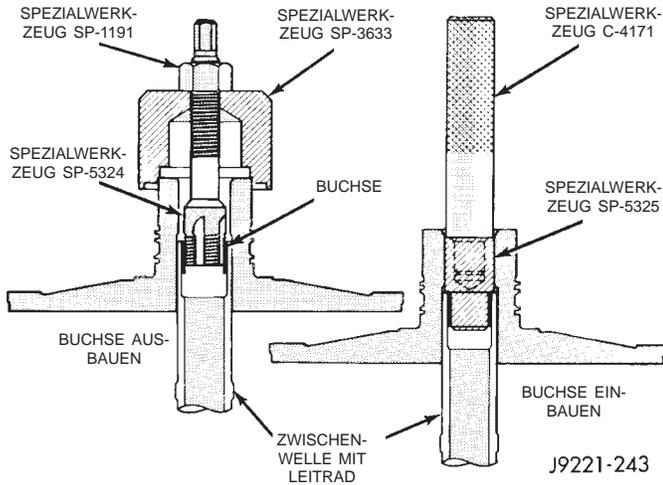

Abb. 125 Buchse in Leitradstütze erneuern
(1) Zum Ausbauen der Buchse die Ausbauwerkzeuge SP-1191, 3633 und 5324 zusammensetzen (Abb. 125). **Kein Teil der Zwischenwelle/Leitrad oder Stütze in Schraubstock einspannen.**
(2) Napf/Ausbauwerkzeug SP-3633 fest gegen Zwischenwelle/Leitrad drücken und Ausbauwerkzeug SP-5324 von Hand so weit wie möglich in die Buchse drehen. Anschließend das Ausbauwerkzeug mit einem Schlüssel noch 3–4 Umdrehungen weiter in die Buchse drehen.
(3) Sechskantmutter des Ausbauwerkzeugs nach unten gegen den Napf/Ausbauwerkzeug drehen, um die Buchse von der Welle zu ziehen. Nach dem Ausbau der Buchse alle Späne von der Welle entfernen.
(4) Alte Buchse mit wenig Spannkraft in Schraubstock oder mit einer Zange festhalten und Ausbauwerkzeug aus der Buchse zurückziehen.
(5) Einbauwerkzeuge C-4171 und SP-5325 für Buchse zusammensetzen (Abb. 125).
(6) Neue Buchse auf Einbauwerkzeug SP-5325 schieben.
(7) Leitradstütze aufrecht auf saubere, glatte Fläche stellen.
(8) Buchse in Bohrung ausrichten. Anschließend Buchse in Einbaulage klopfen, bis das Einbauwerkzeug SP-5325 in unterer Endlage anschlägt.
(9) Nach dem Einbau der Buchse die Leitradstütze gründlich reinigen.